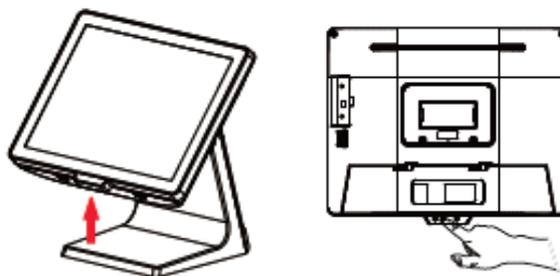
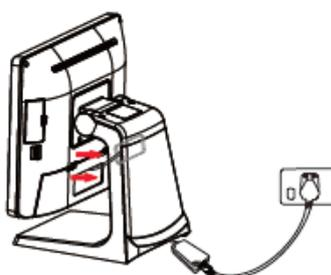

Рисунок 6. Расположение кнопки питания
Рисунок 7. Подключение кабеля питания
Кнопка питания находится на обратной стороне панели с логотипом POS-терминала (рисунок 6).
Включение питания: подключить кабель питания (рисунок 7) и нажать кнопку питания (рисунок 6).
Выключение питания: выбрать пункт выключения ОС (нажать **Выключить** или **Завершить** (в зависимости от ОС)) или нажать кнопку питания (рисунок 6).
- 1 Снять заднюю крышку (рисунок 7).